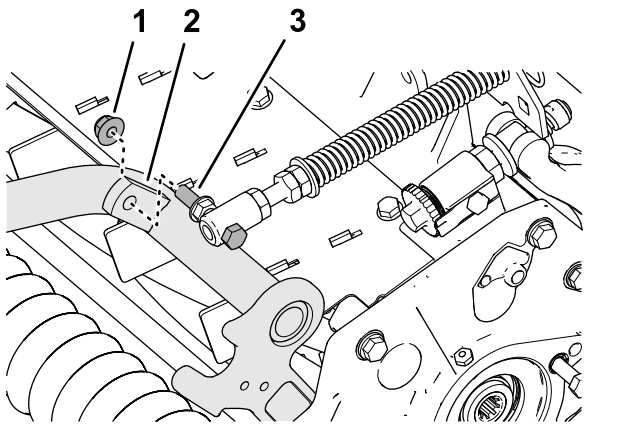

Figura 10
- 4. Monte el tornillo del muelle de compensación del césped en la pestaña derecha del bastidor de tiro (Figura 10) con la contratuerca con arandela prensada ($\frac{3}{8}$ "